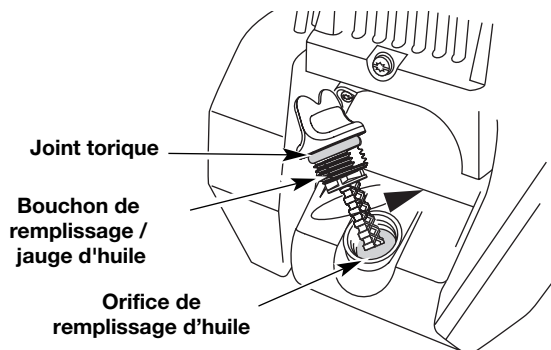

Fig. 20
- Si le niveau est trop bas, ajoutez un peu d'huile par l'orifice et revérifiez (Fig. 20). Continuez jusqu'à ce que le niveau d'huile atteigne le haut de la jauge.
REMARQUE : Assurez-vous que le joint torique est mis sur le bouchon de remplissage / jauge d'huile au moment de la vérification et du changement d'huile (Fig. 20).